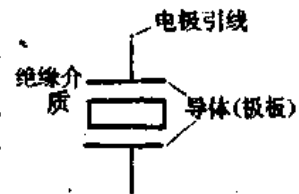

图 2-1
1. 电容器的定义:能储存正、负电荷的容器称为电容器。电容器的结构原理是非常简单的,如图 2-1 所示,两个相互靠近的平板导体,中间夹一层不导电的绝缘介质便构成了一个电容器。或者说,凡是绝缘物质隔开的两个导体的组合便构成了一个电容器。因此从广义角度来说,很多地方都存在电容器,比如楼层与楼层之间、楼层与